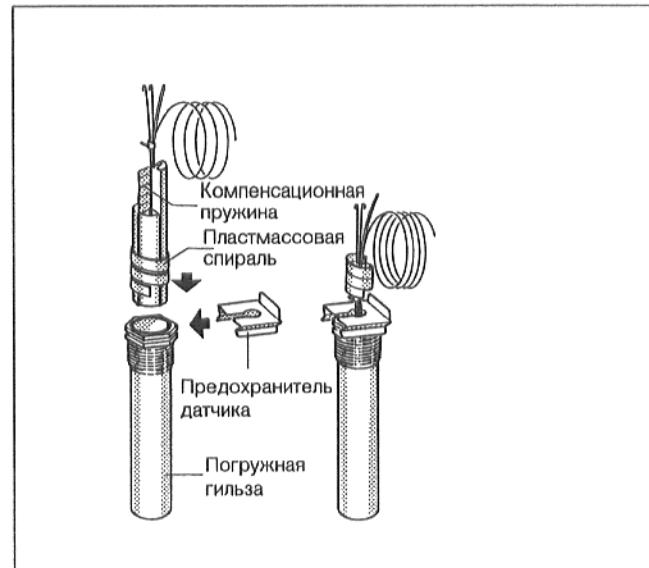

Рис. 24
- Пластмассовая спираль, предназначенная для того, чтобы удерживать вместе датчики, при вставлении автоматически перемещается назад (Рис. 24).
- Чтобы обеспечить контакт между погружной гильзой и поверхностями датчиков и, тем самым, надежную передачу температуры, необходимо вставить между датчиками компенсационную пружину (Рис. 24). Сбоку или сверху надеть на головку погружной гильзы предохранитель датчика (Рис. 24).